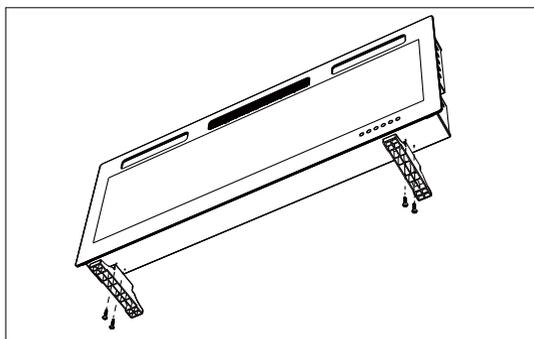

fig.5
4. Alignez les 2 bosses diagonales sur le pied d'appui avec les trous du bas de la cheminée et vissez les 2 autres trous à l'aide de vis ST4X12. (fig.5)